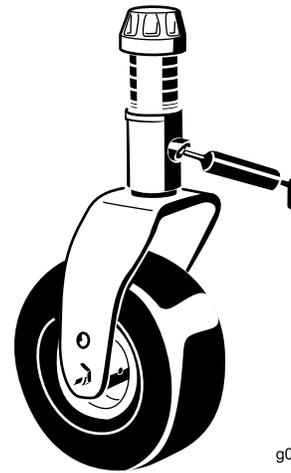

Figura 40
- Boccola (1) dell'albero della forcella della ruota orientabile (Figura 40).
- Boccola orientabile (1) del braccio di rinvio (1)